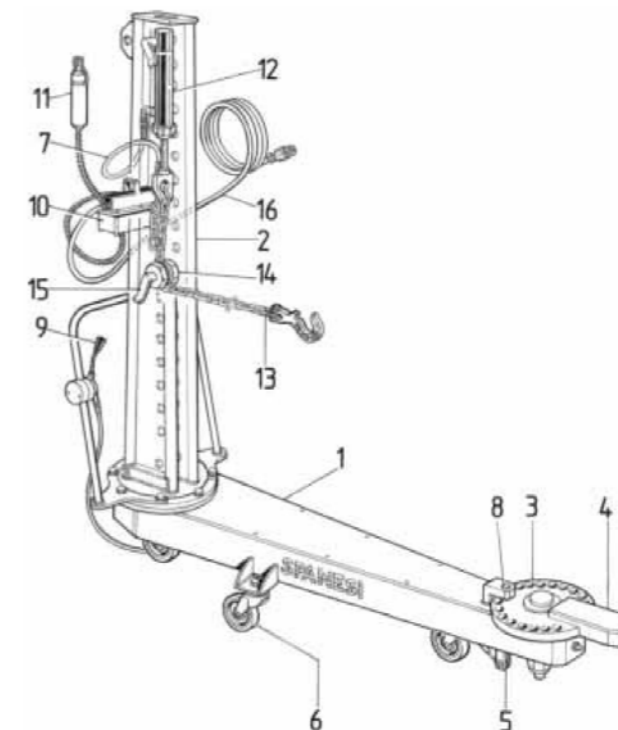

FIGURE 3: Bras de tirage orientable
Les principaux éléments du système avec **bras de tirage** sont les suivants (fig. 3):
Le **bras de tirage orientable** (Figure 3) se compose essentiellement d'un montant (2) fixé au corps horizontal et orientable.
Le montant est mis sous tension grâce à un vérin hydraulique à simple effet (12 - fig.3). Le corps horizontal du bras de tirage est constitué d'une base (1) qui permet de tourner le bras de tirage à l'horizontale.
La carrosserie du véhicule qui doit être mis en traction est accrochée avec une chaîne ayant une résistance appropriée (13 - fig.3) reliée à la poulie (14) réglable en hauteur et que l'on peut bloquer dans la position voulue à l'aide du goujon (15).